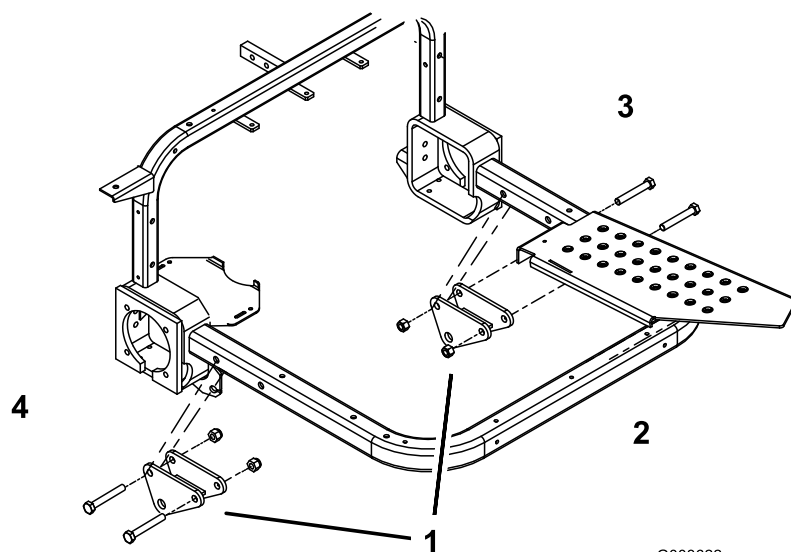

Рисунок 2
2. Прикрепите, не затягивая, монтажный кронштейн в сборе к правой и левой трубам подножек с помощью двух болтов (1/2 x 3-1/2 дюйма) и контргайек (1/2 дюйма). Установите монтажные кронштейны в сборе и закрепите их болтами как показано на Рисунок 2.